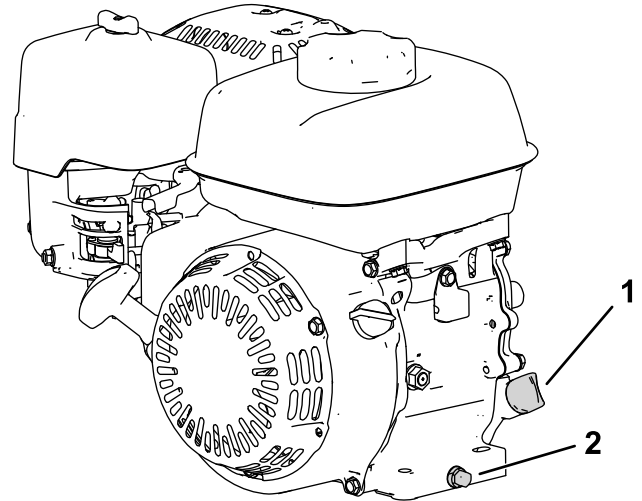

Bild 29
2. Stellen Sie die Maschine so, dass der Motor eben steht, und reinigen Sie dann den Bereich um das Ölfüllrohr (Bild 29).
- Entfernen Sie die Ablassschraube, die Unterlegscheibe und den Peilstab (Bild 29).